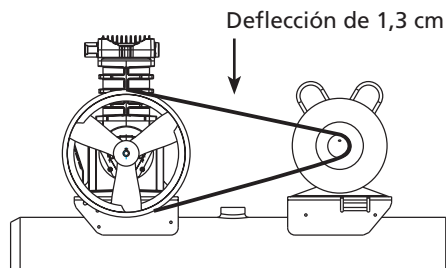

Figura 6
Las bandas se estiran con el uso normal. Al aplicarle una fuerza de 2,27 kg, entre la polea del motor y el cabezal, a una banda bien ajustada, la deflexión debe ser aproximadamente 12,7 mm (1/2 inch) (Vea la Figura 6).
4. Ajuste el volante o polea del motor de modo que la banda quede derecha (Vea Figura 6).